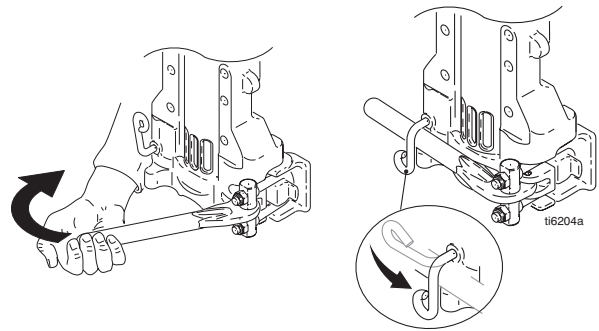

FIG. 27
6. FIG. 27. Stram klinken og dreii låsen i låsestilling.